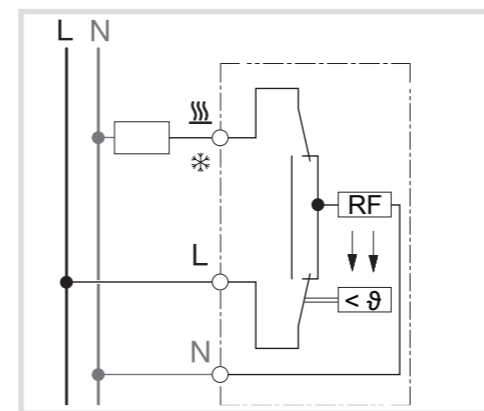

Bild 4: Elektrischer Anschluss
- Regler gemäß Anschlussplan anschließen (Bild 4).
- Schaltwippe (2) gemäß Abbildung in der entsprechende Aufnahmeöffnung montieren.
- Rahmen (3) aufsetzen und lagerichtig über Zentralstück (4) mit Befestigungsschraube (5) fixieren.
- Regulierknopf (6) aufstecken.